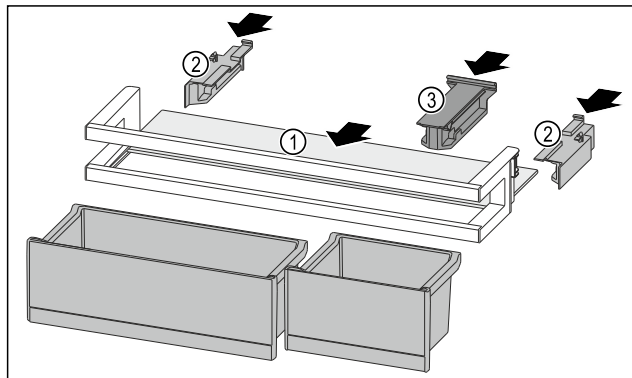

Fig. 86
- Inserire il ripiano Fig. 86 (1) negli incavi laterali.
- Inserire gli elementi laterali Fig. 86 (2).
- Inserire l'elemento di tenuta Fig. 86 (3).